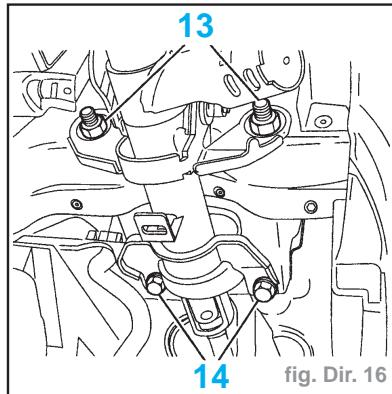

fig. Dir. 16
- Déposer (fig. Dir. 16) :
- les écrous (13)
- les vis (14)
- Lors du remontage de la colonne de direction sur son support, respecter l'ordre des opérations suivantes (fig. Dir. 16) :
- visser sans serrer les écrous (13) et les vis (14)
- serrer les écrous (13) à **4 daN.m**
- serrer les vis (14) à **4 daN.m**